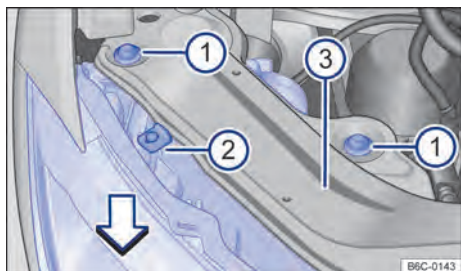

Fig. 163 No compartimento do motor: parafusos de fixação do farol dianteiro.
- Remover os parafusos de fixação → Fig. 163 ⓘ com o auxílio de uma chave torx.
- Mover o farol para frente, no sentido da seta → Fig. 163, até que os dois cliques da parte inferior desencaixem e possibilite a remoção do farol.
- Recolocar o farol cuidadosamente até que os dois cliques inferiores encaixem e o batente superior → Fig. 163 ⓘ encoste no suporte do farol ⓘ.